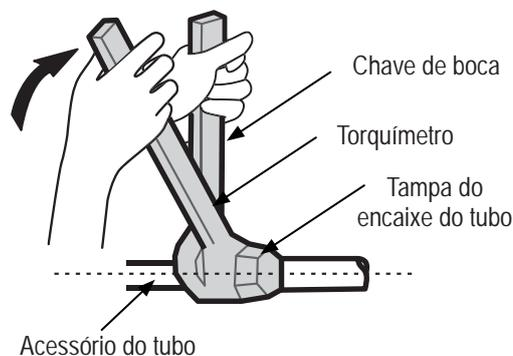

Figura 4.1
6. Use duas chaves ao instalar ou desmontar a tubulação: uma chave comum e um torquímetro. Consulte a Figura 4.1.